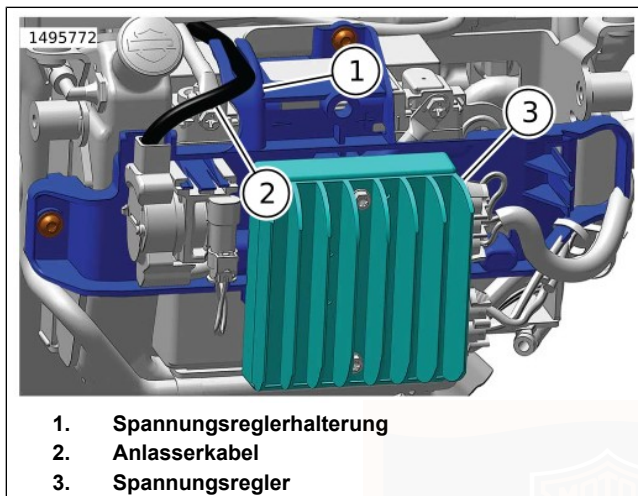

Abbildung 71. Negative Kabelhalterung
- a. Abbildung 71 Das Anlasserkabel (2) in der Halterung (1) verlegen.